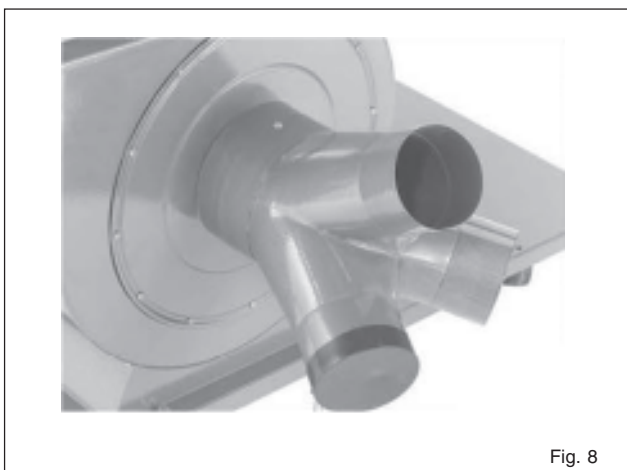

Fig. 6
4. Enroscar en los tambores las astas de soporte y los ganchos de sostén saco (**Fig. 6**).